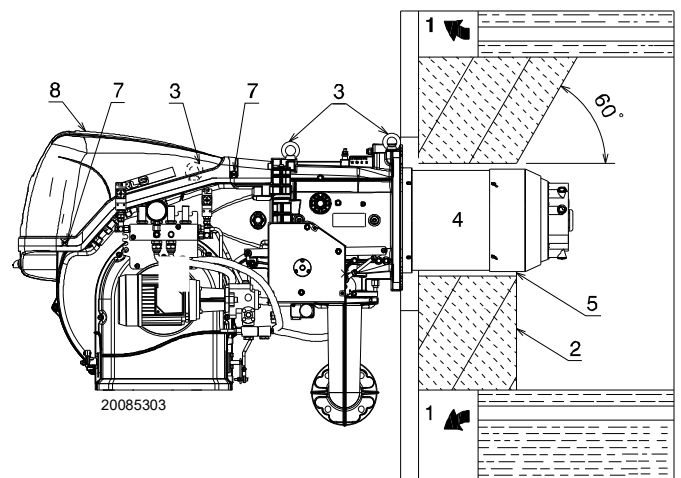

Fig. 13
Para calderas con paso de humos delantero 1)(Fig. 13) o con cámara de inversión de llama, colocar una protección de material refractario 5) entre el refractario de la caldera 2) y el embudo llama 4).
Prepare un sistema adecuado de elevación en-ganchándolo a los anillos 3)(Fig. 13).
- Colocar la protección térmica suministrada con la instalación en el tubo llama 4)(Fig. 13).